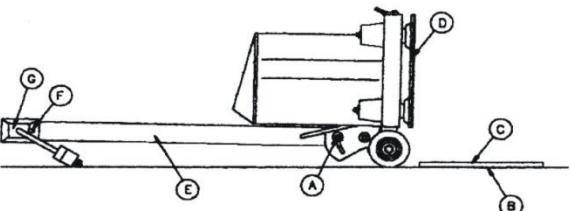
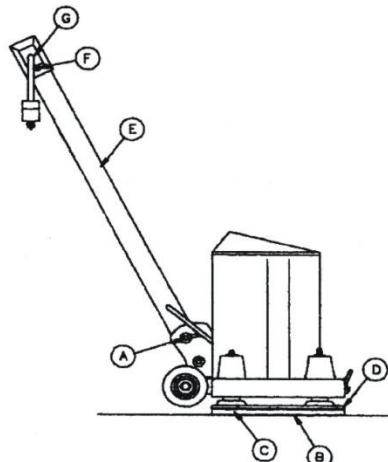

Fig.2
Fig. 3
Tilt the tool back 90degrees, see FIG. 2. Place the sand paper (B) and the fiber pad (C) on the floor facing the vibrating plate (D) as shown in FIG. 2. Tilt back the tool on the fiber pad (C), see FIG. 3.
Basculez l'outil de 90 degrés vers l'arrière, voir FIG. 2. Placez le papier sablé (B) et le tapis de fibre (C) sur le plancher vis-à-vis la plaque vibrante (D), voir FIG. 2. Replacez l'outil sur le tapis de fibre (C), voir FIG. 3
Oscile la herramienta de 90 grados hacia la parte, vea FIG. 2. Coloque el papel enarenado (B) y la alfombra de fibra (C) sobre el piso frente a la placa vibrante (D), vea FIG. 2. Incline detrás la herramienta en el cojín de la fibra (C), vea fig. 3.